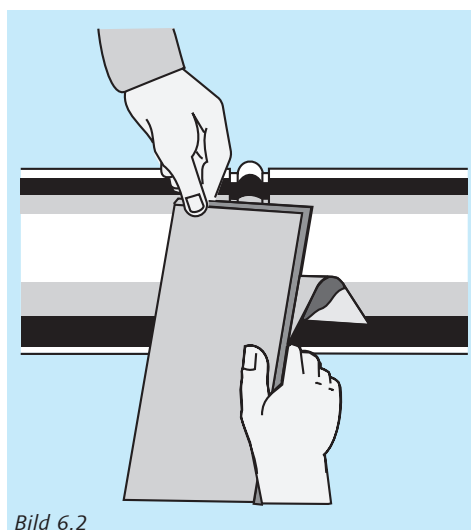

Bild 6.2
- ❶ Reinigung der Verbindungsstellen. Sie müssen sauber, trocken und fettfrei sein, damit eine gute Haftung und Dichtigkeit erreicht wird.
- ❷ Schneiden Sie das KSB-Kaltschrumpfband auf die richtige Länge (siehe Seite 45).
- ❸ Schutzfolie des KSB-Kaltschrumpfband ein Stück ablösen und Band an die Verbindungsstelle anlegen (Bild 6.2).